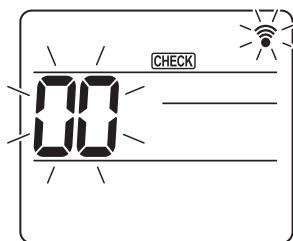
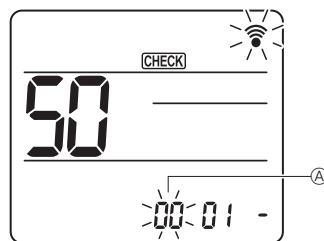
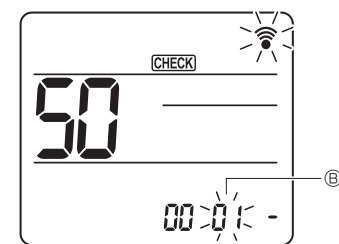
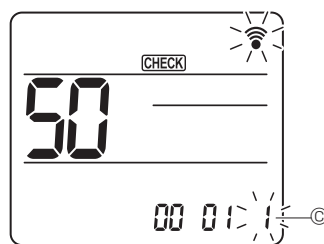

Fig. 7-16
Fig. 7-17
Fig. 7-18
Fig. 7-19
### 7.4.2. À l'aide de la télécommande sans fil (Fig. 7-16, Fig. 7-17, Fig. 7-18, Fig. 7-19)
① Accès au mode de sélection des fonctions
- Appuyez sur la touche [MENU] pendant 5 secondes. (Commencez cette opération lorsque l'affichage de la télécommande est éteint.) [CHECK] s'allume et "00" clignote. (Fig. 7-16)
② Réglage du numéro d'appareil
- Appuyez sur les touches [DOWN] pour régler le numéro d'appareil A. (Fig. 7-17)
③ Sélection d'un mode
- Appuyez sur les touches [DOWN] pour régler le numéro de mode B. (Fig. 7-18)
④ Sélection du numéro de réglage
- Utilisez la touche [DOWN] pour changer le numéro de réglage C. (Fig. 7-19)